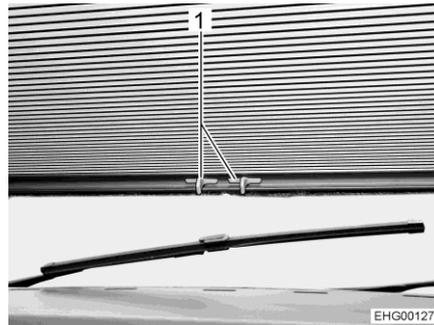

Fig. 31 Dispositif occultant plissé (pare-brise)
- Fermer : ■ Appuyer sur les poignées (Fig. 31, 1) et tirer le dispositif occultant vers le bas.